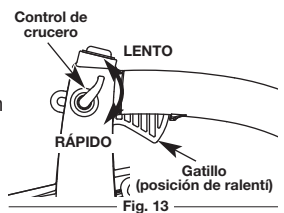

Fig. 13
1. Una vez que el motor arranque y se caliente, apriete el gatillo para acelerar según sea necesario (Fig. 13).
2. Para funcionamientos prolongados y eliminar la posibilidad de fatiga en el dedo, mueva el control de crucero a la posición **RÁPIDO ("FAST")** a fin de aumentar poco a poco, o mantener, la velocidad del motor de la unidad (Fig. 13). Cuando oprima el control de crucero, el gatillo retrocederá hacia la manija.
3. Para disminuir la velocidad del motor, mueva el control de crucero a la posición **LENTO ("SLOW")** y el gatillo regresará a la posición de ralentí (Fig. 13).